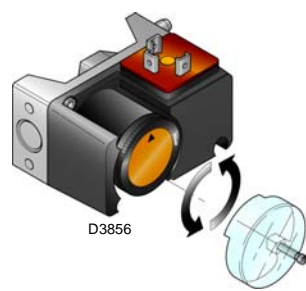

Fig. 22
- Régler le pressostat gaz maximum (Fig. 22) en fin d'échelle.